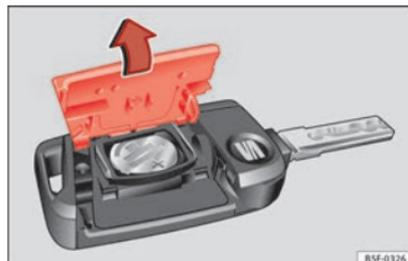

Fig. 120 Chiave del veicolo: aprire il coperchio del vano della batteria.
- Togliere il coperchio della parte posteriore della chiave del veicolo » **fig. 120** nella direzione indicata dalla freccia » ❶.
- Collocare il coperchio come illustrato » **fig. 120** e inserirlo nel vano batteria nella direzione contraria a quella indicata dalla freccia.
❶ ATTENZIONE